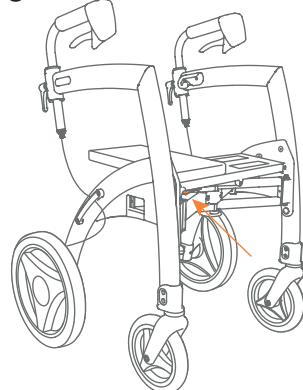
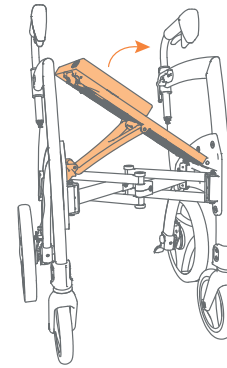

Figura 11A: Mantenga presionada la palanca de liberación roja.
Figura 11B: Levante el asiento ligeramente.
- Presione el botón rojo de liberación debajo del asiento y (**Figura 11A**) y levante parcialmente el asiento (**Figura 11B**).